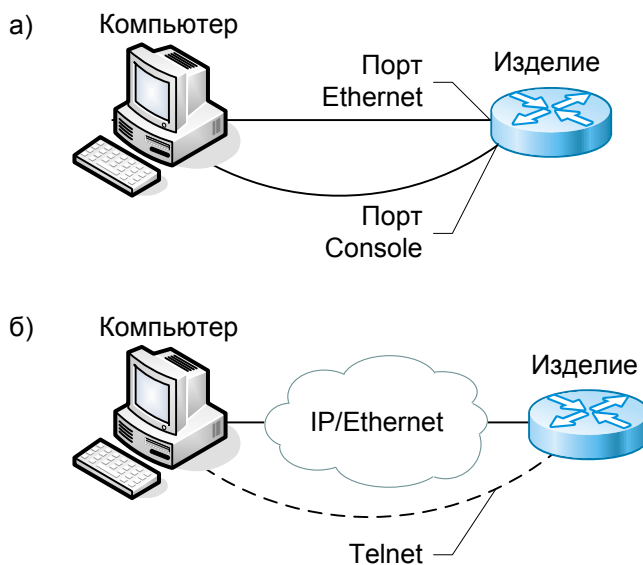

Рис. 37. Примеры подключения изделия для сохранения и загрузки конфигурации или обновления программного обеспечения
2. Подключите один из портов изделия к сети. Примеры подключения показаны на Рис. 37.
2. Подключите один из портов устройства к сети. Примеры подключения показаны на Рис. 37.
3. Подключите один из портов изделия к сети. Примеры подключения показаны на Рис. 37.